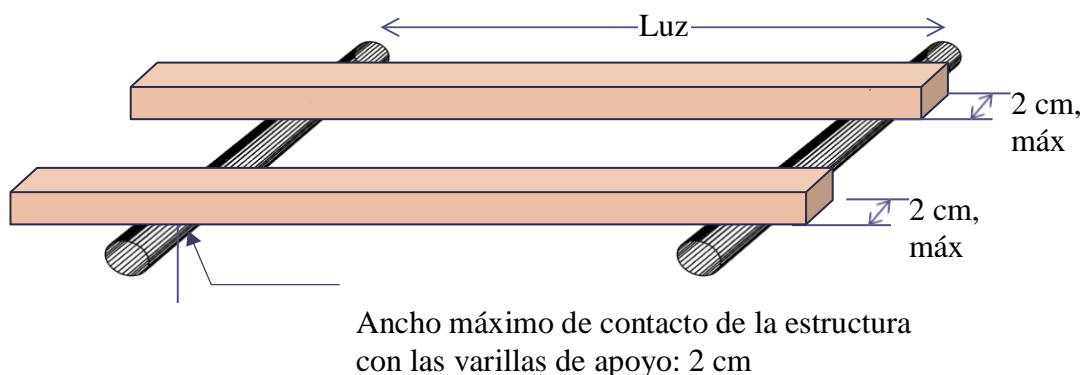

Figura 6. Detalle de apoyo de estructura en varillas
- **Contacto del puente con los apoyos:** para evitar que se construyan modelos de puentes de una sola tabla maciza, solo se permiten dos puntos de apoyo del modelo sobre las varillas a cada lado. Estos puntos deben ser planos y con un ancho no mayor a 2 cm. El puente no debe tocar los apoyos lateralmente ni por debajo; el único contacto entre el puente y los apoyos es en la parte superior de las varillas. Ver Figura 6.